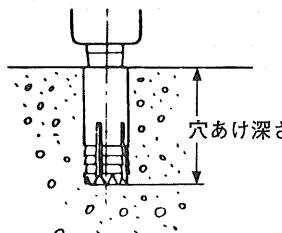

図 8
(2) 所定の深さになりましたら(図8),一たんアンカーを抜きます。
(3) スポイトで穴の中の切粉を吹き飛ばします。
(4) アンカーの先端にプラグを付け、再び本機で打ち込みます。